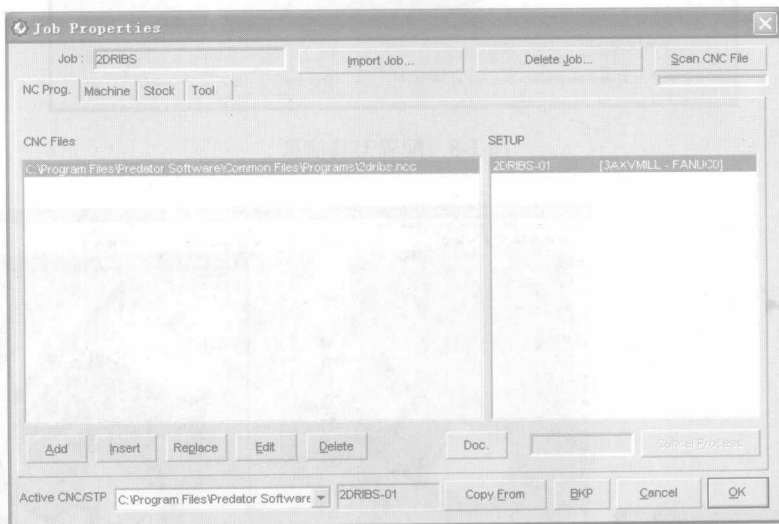

图 1-6 扫描文件
Step2: 扫描文件, 获取配置信息, 见图 1-6。使用按钮 “Scan CNC File” (其用法见后面章节的内容), 可获得刀具、毛坯与夹具、机床和控制器信息, 并自动添加到相应窗体中。